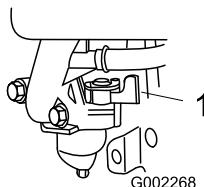

Figura 16
2. Abra la válvula de combustible moviendo la palanca a la **derecha** (Figura 16).